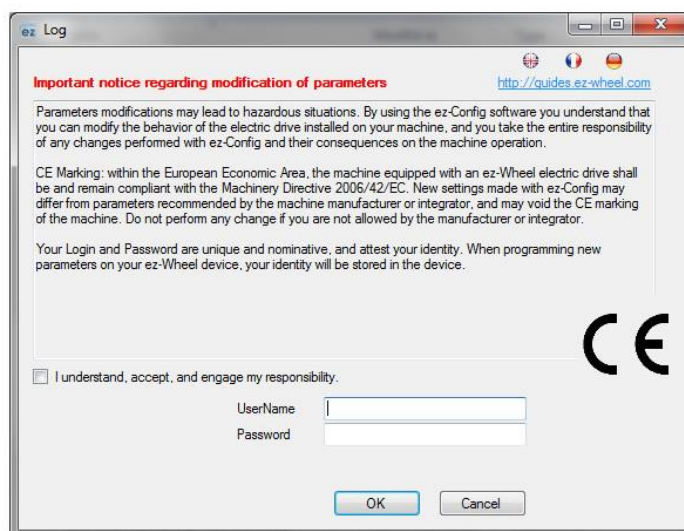

Figure 2 - Identifikationsfenster
- **Klicken Sie auf OK, um die Anwendung ez-Config zu öffnen. Die Seite Identity wird angezeigt. Siehe Abbildung 2.**